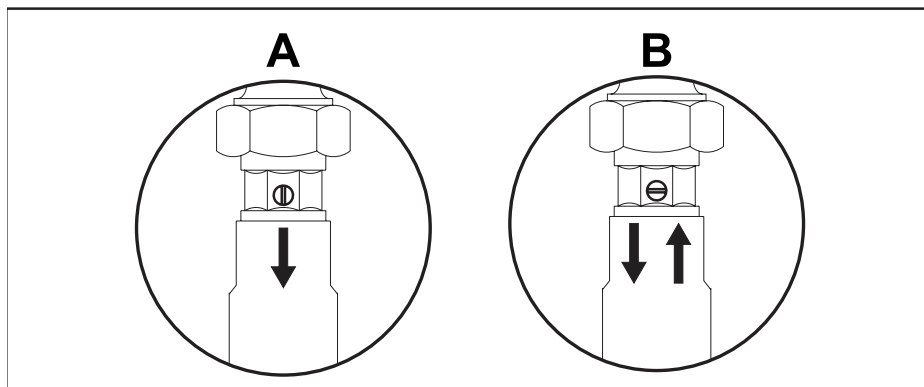

рис. 22
- Для опорожнения системы отопления используйте кран поз. 275 на рис. 25, предварительно сняв блокировку затворов обратных клапанов поз. 179 на рис.25 (см. также рис.22). Для удаления воздуха из системы используйте краны радиаторов.